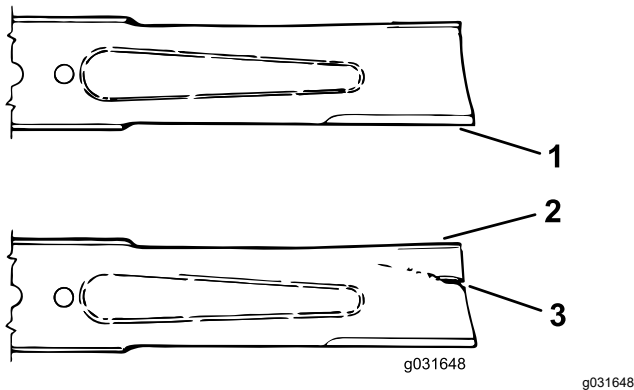

Bild 73
3. Prüfen Sie die Schnittkanten des Messers sorgfältig, insbesondere dort, wo die geraden Flächen die gebogenen berühren (**Bild 73**).